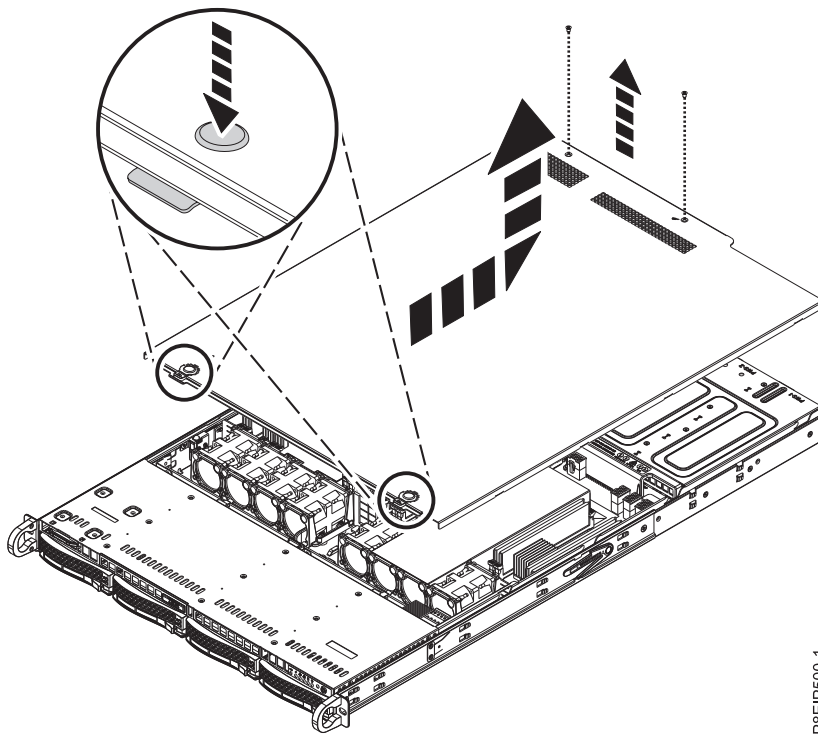

Figure 82. Déverrouillage et ouverture du capot
2. Retirez les deux vis du capot (1) situées à l'arrière.
3. Appuyez sur les deux boutons situés sur le dessus du couvercle (2) pour déverrouiller les loquets, comme indiqué dans la figure 82 et poussez le capot d'environ 0,5 pouces (1 cm) jusqu'à la butée. Si vous ne parvenez pas à appuyer sur les boutons, ôtez partiellement les unités se trouvant sous les boutons.